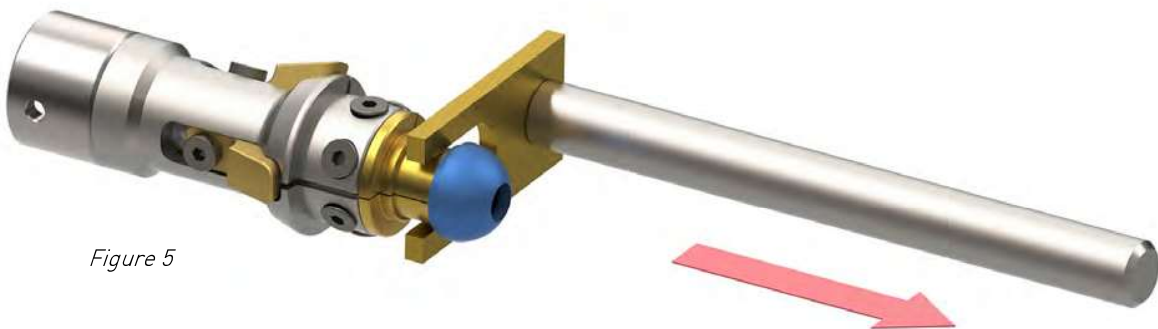

Figure 5
- 2) Régler la position angulaire de la plaquette afin qu'elle puisse venir s'insérer derrière la pièce à éjecter *(voir figure 5)*